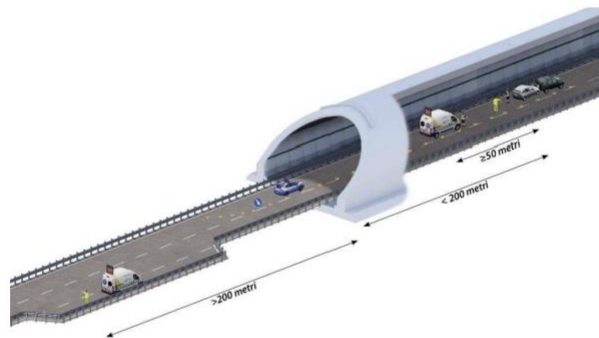

Figura 40: Evento improvviso/direttamente rilevato in galleria in corsia di sorpasso - Primo intervento Viabilità - Comb. B
- la seconda squadra di Viabilità si riposiziona per il presegnalamento sulla base delle indicazioni da parte della sala radio, a una distanza comunque di circa 200/250 metri dal mezzo della Polizia Stradale. L'operatore provvede a impostare sul PMV l'alternanza tra il pittogramma "incidente" e il pittogramma "segnale di corsia chiusa" - coerentemente con la corsia interessata dall'evento - e a sbandierare (cfr. figura 40).